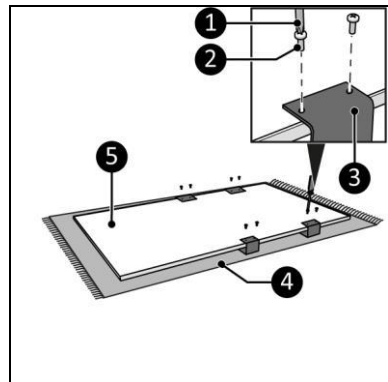

Abbildung 10
8. Legen Sie das Gerät auf eine stabile weiche Oberfläche (Abbildung 10, Pos. 4).
9. Platzieren Sie die beiden Handtuchhalter (Abbildung 10, Pos. 3) an zwei der drei möglichen Stellen am Hauptkörper (Abbildung 10, Pos. 5).
10. Schrauben Sie die beiden Handtuchhalter (Abbildung 10, Pos. 3) mit acht kleinen Schrauben (Abbildung 10, Pos. 2) mit einem Phillips Kreuzschlitzschraubendreher (Abbildung 10, Pos. 1) fest.